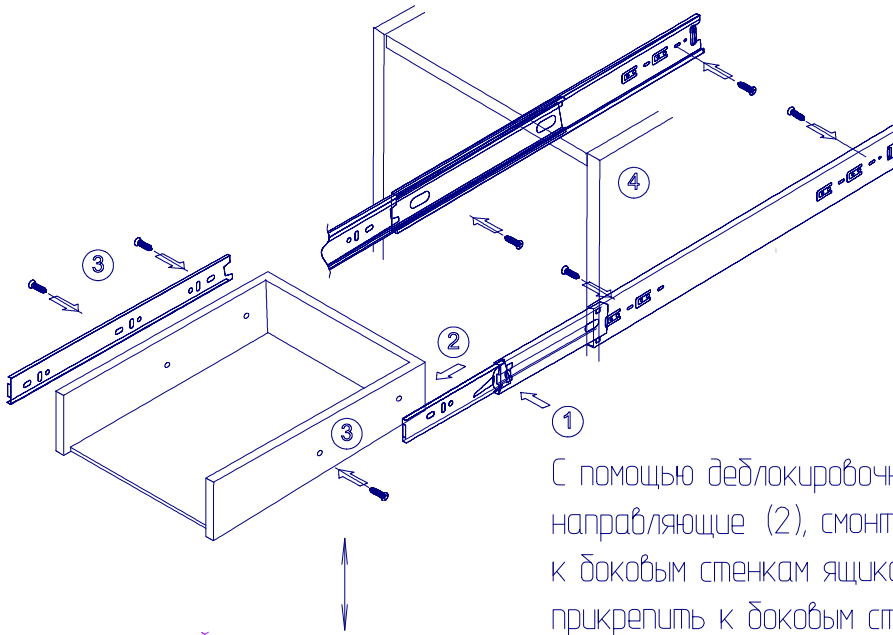

рисунок 4
3. При необходимости отрегулировать ящик по вертикали (рисунок 4)
4. Прикрепить направляющую к боковым стенкам ящика с помощью шурупов 3,5х16 в одно из отверстий (7)*